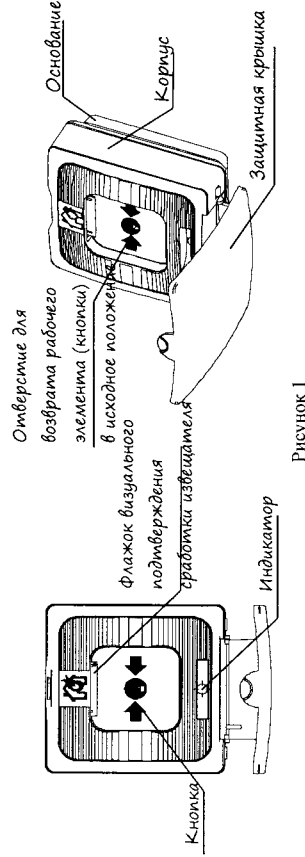

Рисунок 1
- 5.1 Извещатель представляет собой устройство, формирующее сообщение «Пожар» при нажатии на кнопку. При этом формируется сообщение в виде скачкообразного уменьшения сопротивления индикатора и выпадением цветного флажка (Рисунок 1). Выпадающий цветной флажок является визуальным подтверждением нажатого состояния кнопки извещателя (Рисунок 1). При возврате кнопки в исходное положение флажок занимает начальную позицию.